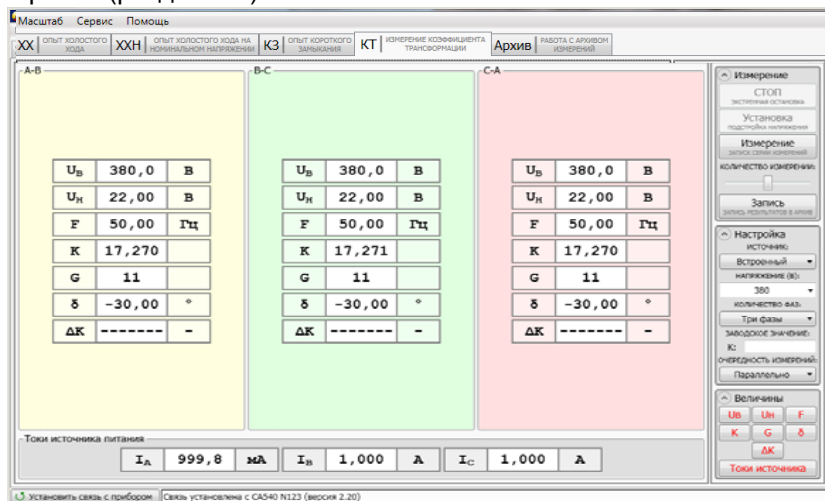

Рисунок 7.27
12) Выполнить измерение, для чего щелкнуть по кнопке (рисунок 7.26). На экране в таблицах "А-В", "В-С", "С-А" (при проверке однофазного трансформатора – в таблице "А-В") появятся результаты измерений (рисунок 7.27).
10) Если в п. 3 данного раздела выбран "Внешний" (нерегулируемый) источник, после завершения измерения на экране в таблицах "A-B", "B-C", "C-A" при проверке трехфазного трансформатора (рисунок 7.27) или в таблице "A-B" при проверке однофазного трансформатора появятся результаты измерений.